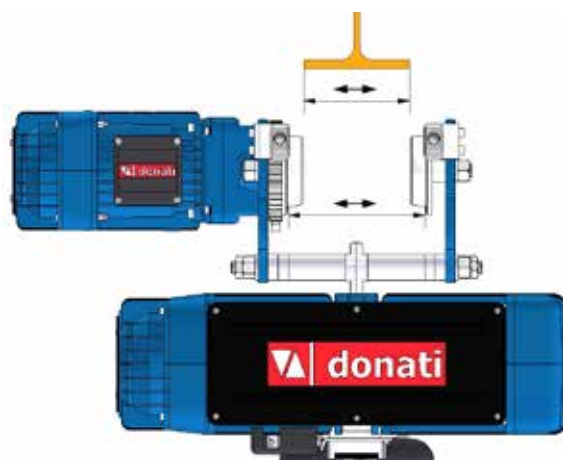

fig.19
5. Dans le cas des potences type H ou T, s'assurer que le chariot porte palan correspond à la largeur de Fer de roulement (fig. 19).